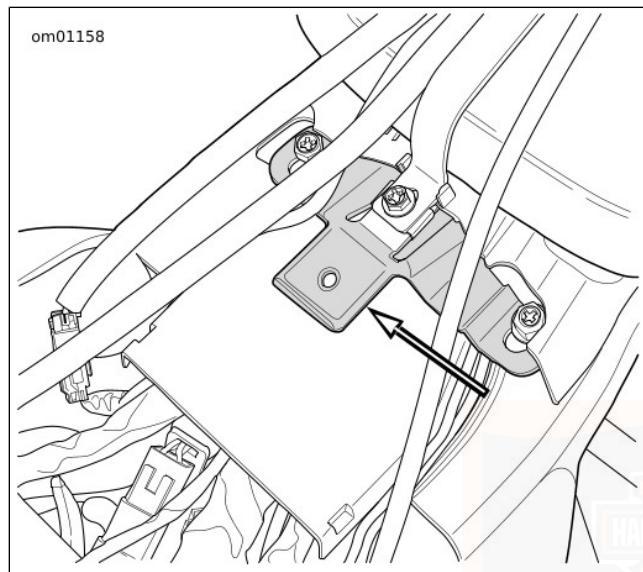

Figure 81. Languette de selle
8. Voir Figure 81. Tout en poussant la selle vers l'avant, soulever l'arrière de la selle jusqu'à ce que le support soit dégagé du dessus du coffre Tour-Pak (le cas échéant). Pousser légèrement la selle vers l'arrière pour libérer la languette de la fente de la selle.
3. Voir Figure 81. D'une main soulever l'arrière de la selle d'environ 76,2 mm (3 in), et de l'autre main appuyer fermement en poussant vers le bas et vers l'arrière jusqu'à ce que la languette s'enclenche dans la fente de la selle.